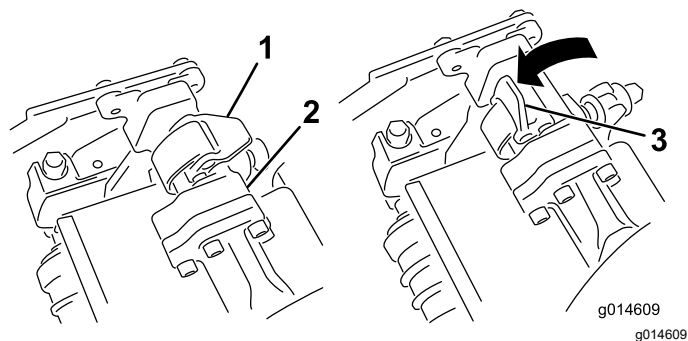

Рисунок 48
3. Когда защелки на штанге рычага подвески направлены вверх (т.е. открыты) (**Рисунок 48**), нажмите на рычаг подвески так, чтобы
4. Опустите защелки и поверните вокруг стержня режущего блока и заблокируйте их (Рисунок 48).
4. Откройте защелки на штанге рычага подвески режущего блока, который необходимо снять (Рисунок 48).